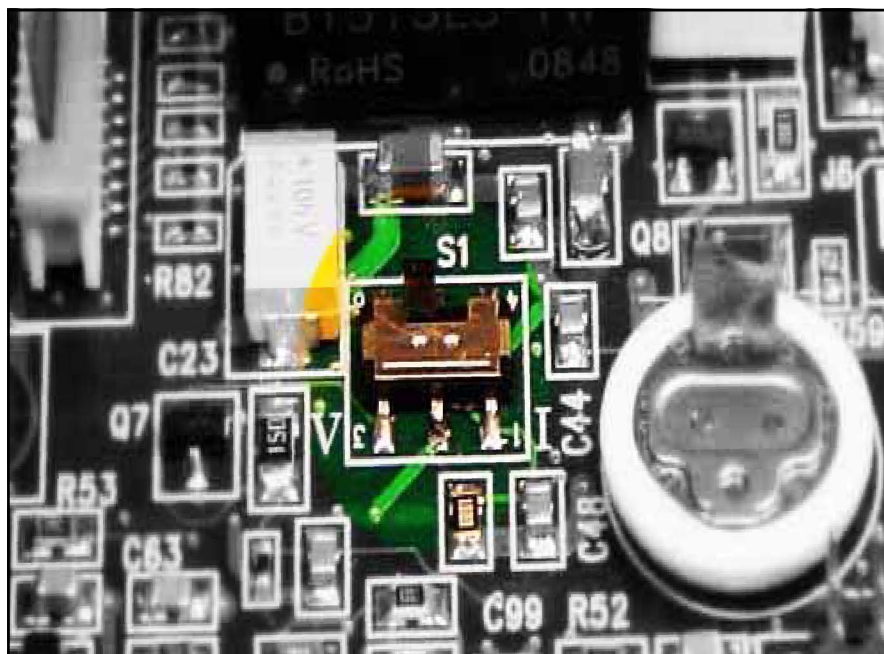

Рис. 8: Переключатель S1 на основной плате ПК
Выполните эти действия для проверки или изменения положения переключателя **S1** (см. Рис. 8 на стр. 5).
4. Найдите переключатель **S1** (см. Рис. 8, выделенная зона).